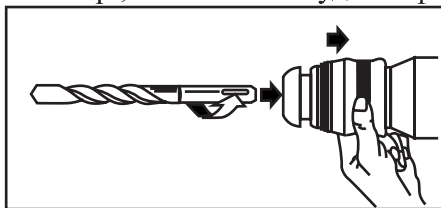

рис. 2
7.2 Вставьте долото в инструмент. Поворачивайте и нажимайте на долото в направлении показанном на Рис. 2 до тех пор пока, оно не будет зафиксировано в патроне.